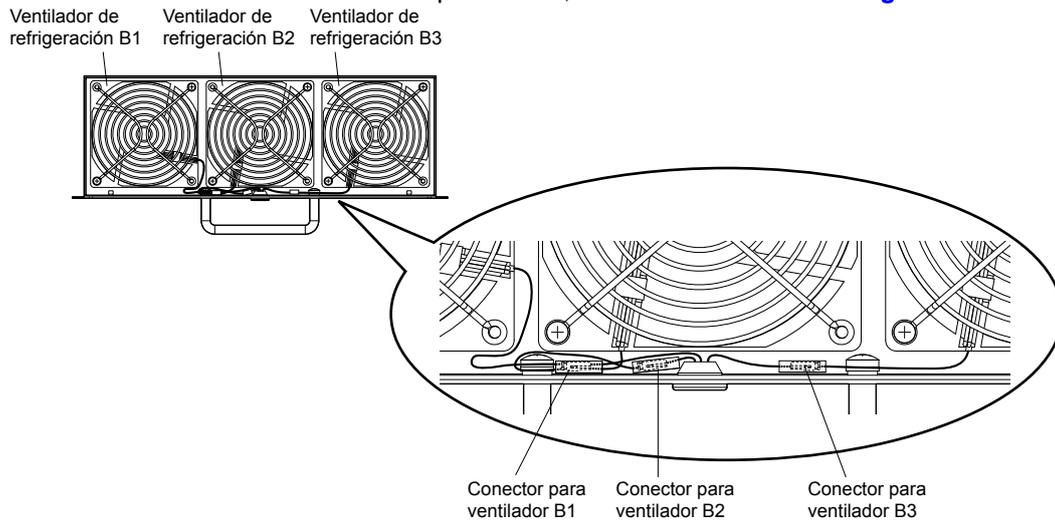

Figura 7.30 Cableado del ventilador de enfriamiento: 4A0414
2. Coloque el conector del ventilador cubierto por el tubo, como se muestra en la Figura 7.30.